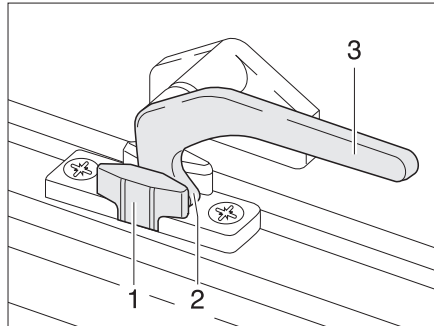

Fig. 37 Palanca de bloqueo en la posición de "ventilación continua"
- En la posición "ventilación continua" (Fig. 37)
- Girar la palanca de bloqueo (Fig. 37,3) un cuarto de vuelta hacia la mitad de la ventana.
- Girar la palanca de bloqueo un cuarto de vuelta hacia el marco de la ventana. El saliente de bloqueo (Fig. 37,2) se ha de introducir para ello en el rebaje del bloqueo de la ventana (Fig. 37,1).